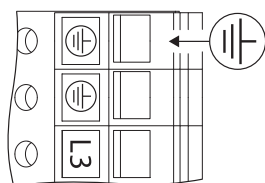

Fig. 26: Dodatna ozemljitev
- Zaradi povišanega odvodnega toka pri motorjih z močjo nad 11 kW je treba v skladu z EN 61800-5-1:2008-04 dodatno priključiti ojačano ozemljitev (glejte Fig. 26).